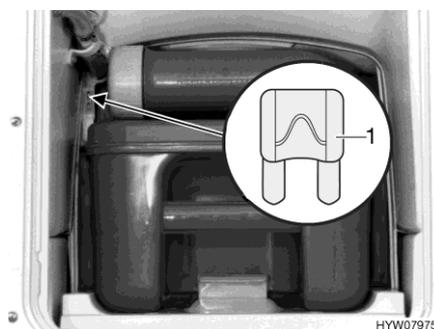

Fig. 143 Fusibile della toilette Thetford
- Sostituire il fusibile (Fig. 143,1).